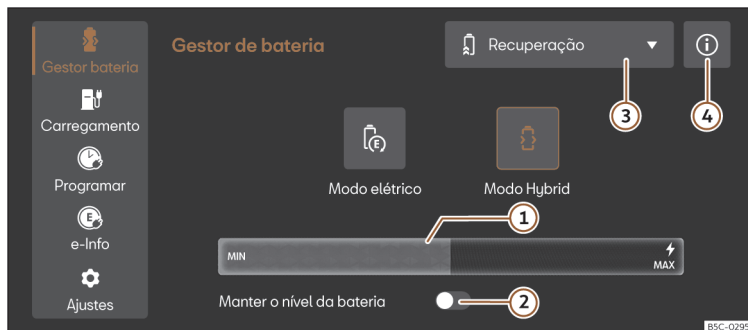

Fig. 122 No sistema de infotainment: menu Gestor da Bateria
- Selecione **Modo elétrico** ou **Modo híbrido** no sistema de infotainment. Encontrará mais informações sobre o modo de funcionamento em ① >>> **Fig. 122** ④.
Legenda da >>> **Fig. 122:**